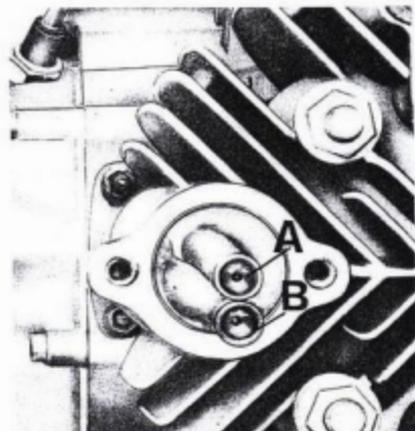

Abb. 32
Anm.: Man merke sich, daß sich die innere Stoßelstange (A) "Einlaß" oben befinden muß, während sich die Stoßelstange (B) "Auslaß" unten befinden muß (s. Abb. 32).